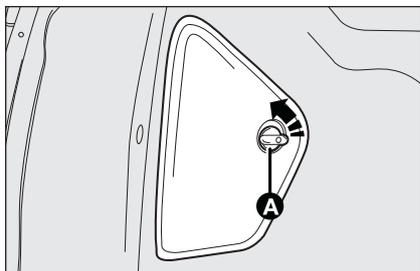
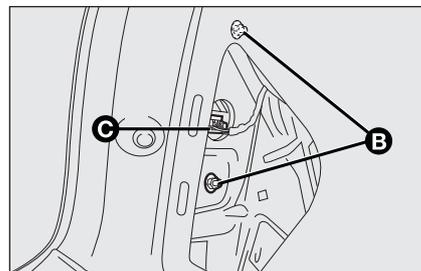

fig. 27
fig. 28
- ruotare il dispositivo di fissaggio **A-fig. 27** in senso antiorario (per quanto riguarda lo sportello sinistro) o in senso orario (per quanto riguarda lo sportello destro) e rimuovere lo sportello di copertura;
- scollegare il connettore elettrico **C-fig. 28**;
- reinsertire il portalampade nel gruppo ottico accertandosi dell'aggancio delle due alette di bloccaggio; inserire il gruppo ottico all'interno del proprio alloggiamento e collegare il connettore elettrico **C-fig. 28**; avvitare i due dadi di fissaggio **B**; riagganciare lo sportello di copertura facendo attenzione ad inserire le linguette nell'apposita sede e ruotando il dispositivo di fissaggio **A-fig. 27** in senso antiorario (per quanto riguarda lo sportello sinistro) o in senso orario (per quanto riguarda lo sportello destro) per agganciarlo.